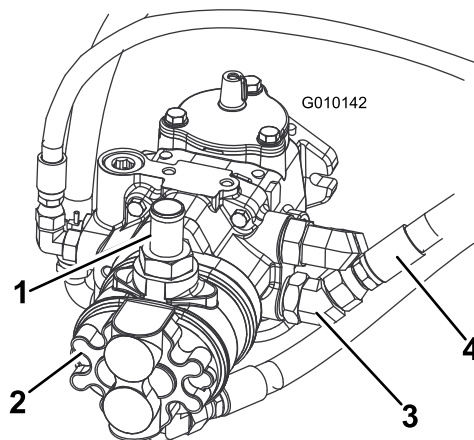

Figure 3
- Vidangez complètement le réservoir de liquide hydraulique en débranchant le flexible supérieur de la pompe (Figure 3).